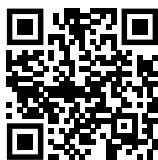

Fig. 74
- ▶ Zaženite aplikacijo Liebherr SmartMonitoring Dashboard. (glejte Fig. 74)